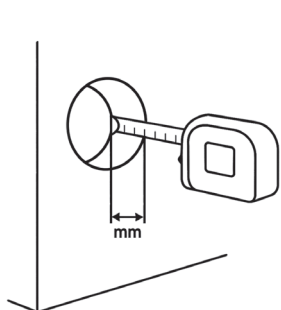

Рис. 3
- Измерь толщину стены с помощью рулетки. (Рис. 3)